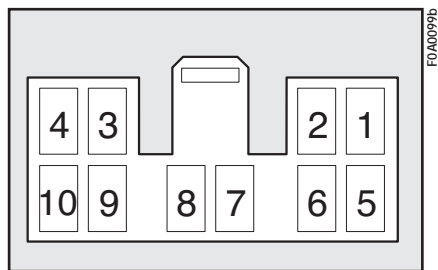

рис. 146
- провода для двухцелевой антенны и электропроводка с десятиконтактным разъемом (**рис. 146**);